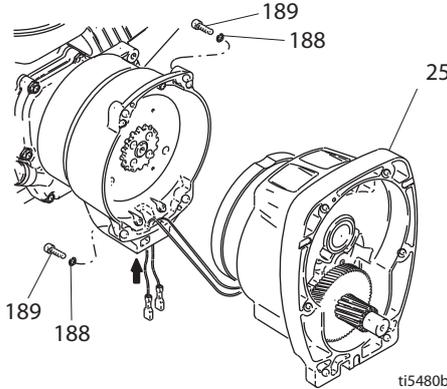
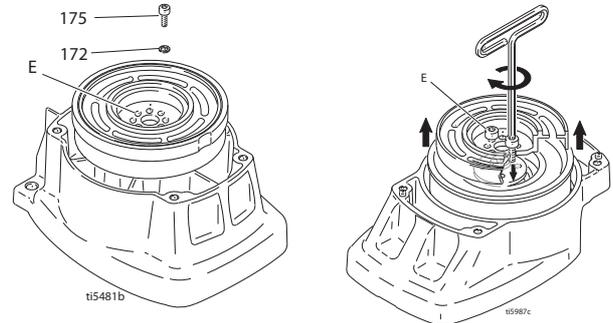

Fig. 4
Fig. 5
- 4 Fig. 4. Saque los cuatro tornillos (189) y las arandelas de seguridad (188) y el conjunto del piñón (25).
- 5 Fig. 5. Coloque el conjunto del piñón (25) en el banco, con el lado del rotor hacia arriba.
- 4 Fig. 5. Coloque el conjunto del piñón en el banco, con el lado del rotor hacia arriba.
- 5 Aplique el hilo sellador a las roscas. Instale los cuatro tornillos (170) y las arandelas de seguridad (172). Apriete, alternativamente, los tornillos a un par de 125 in-lb hasta que el rotor esté firmemente colocado. Utilice los orificios roscados para sujetar el rotor.
- 6 Fig.4. Instale el conjunto del piñón (25) con los cinco tornillos (189) y las arandelas de seguridad (188).